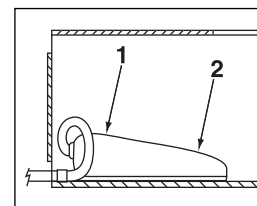

Figura 7
5.2 Opción Interruptor de pedal (véase Figura 7)